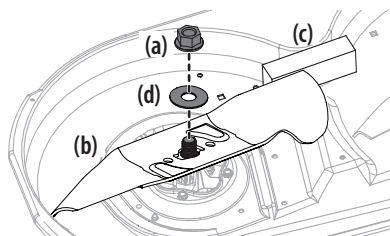

Figura 1
2. Use una llave de 15/16" para sostener la tuerca hexagonal en la parte superior del conjunto del husillo cuando afloje la tuerca hexagonal (a) y arandela (d) que fijan la cuchilla (b). Se puede colocar un bloque de madera (c) entre el alojamiento de la plataforma y el borde de corte de la cuchilla (b) para ayudar a aflojar la tuerca hexagonal (a) y arandela (d) que fijan la cuchilla. Vea la Figura 1.
3. Cuando reinstale las cuchillas, asegúrese de lo siguiente (vea la Figura 1):